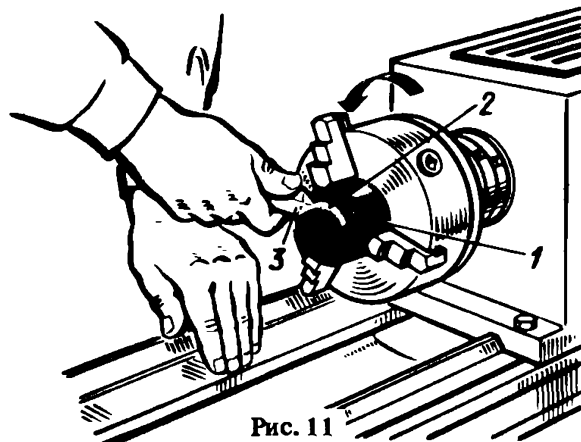

Рис. 11
1.3. Выверить заготовку в патроне. Включить механизм шпинделя на прямое вращение. Взять в правую руку кусочек мела 3 (рис. 11) и опереться ею на кисть левой руки, которой, в свою очередь, опереться на станину. Подвести мел к торцу вращающейся заготовки 1 до образования меловой риски 2. Выключить шпиндель